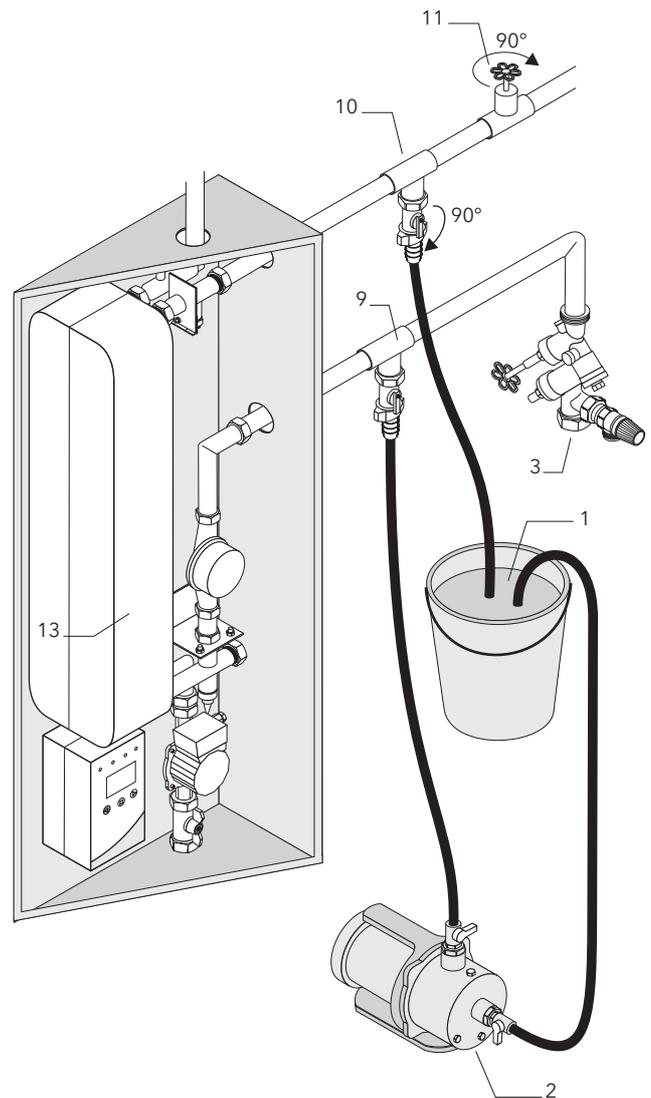

Bild 12 Wärmetauscher entkalken
- Zum Spülen des Wärmetauschers die Reinigungsflüssigkeit (1, Bild 12) mit einer Befüllpumpe (2, Bild 12) über den KFE-Hahn (9, Bild 12) durch den Wärmetauscher (13, Bild 12) und den KFE-Hahn (10, Bild 12) nach Anweisung des Herstellers der Reinigungsflüssigkeit im Kreislauf pumpen und anschließend neutralisieren. Nur nach DVGW für Trinkwasser zugelassene Reinigungsflüssigkeiten nutzen und nach Anweisung neutralisieren!